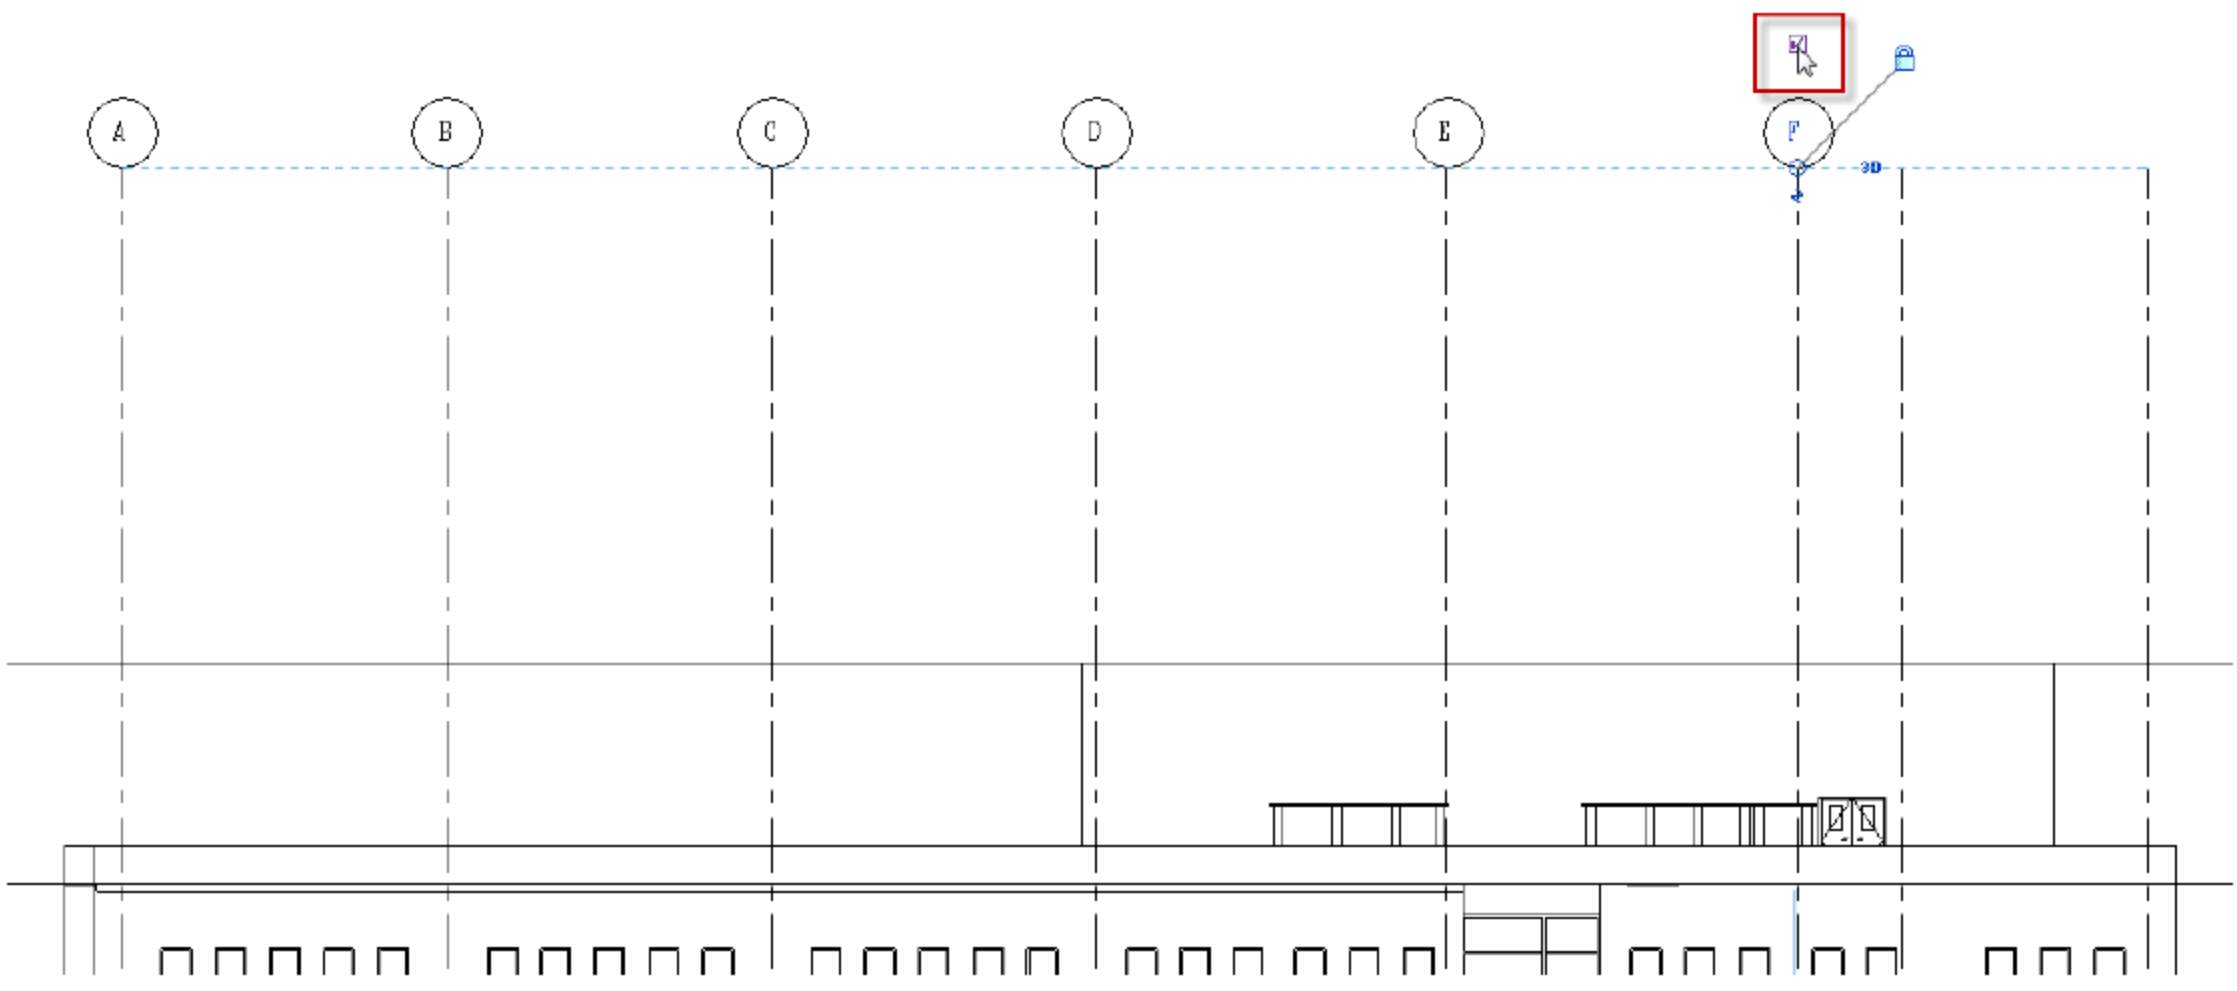

图 13.1.16 去掉上部的轴号
(3) 调整轴号。选择立面图中上部的轴号，去掉轴号旁边小方框的勾选，如图 13.1.16 所示，这样就隐藏了上部的轴号。然后将下部两侧的轴号显示出来，如图 13.1.17 所示，完成立面图的轴号调整，如图 13.1.18 所示。